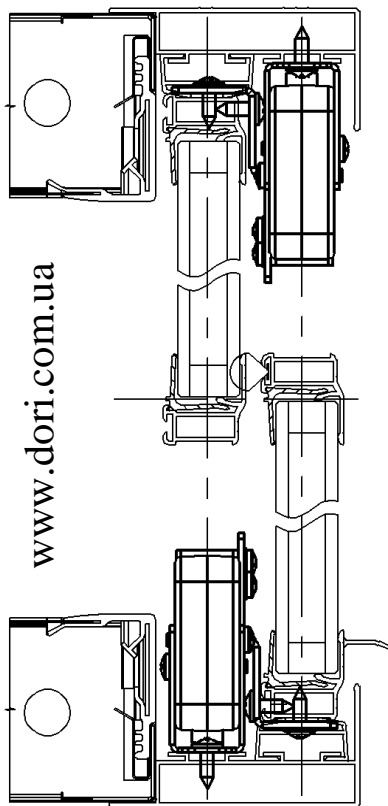
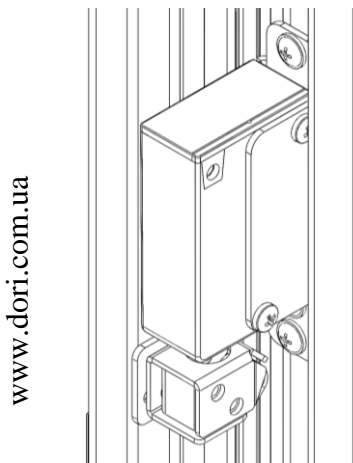

Рис.1. Установка замка на раздвижные двери.
Рис.2. Монтаж замка в дверном блоке. Вид сбоку.
Замок может устанавливаться преимущественно в дверном блоке. Примерный вариант установки показан на рис. 1 и рис. 2.
5. В случае установки замка на двери шкафа, не соответствующие рис. 1 (у которого передняя дверь находится справа, а задняя – слева) необходимо на ответной планке перевернуть гнездовую часть относительно кронштейна. Собрать ответную планку так, как показано на рис. 6.